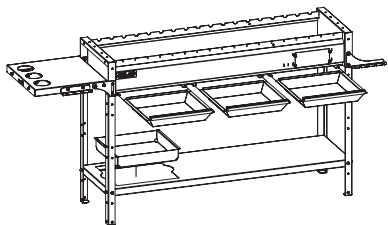

Рис. 28.
- Установить и задвинуть зольники (поз. 3) и установить лоток (поз. 10) в полку, как показано на рис. 28.